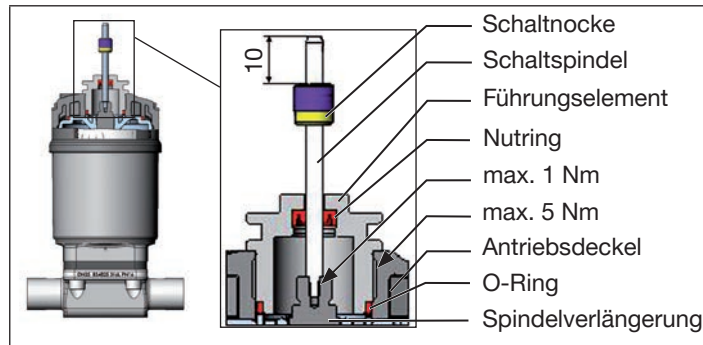

Bild 7: Montage der Schaltspindel (2), Reihe 21xx
- Schaltnocke so auf der Schaltspindel positionieren, dass der Abstand von Schaltnocke bis Spindelanfang 10 mm beträgt (siehe „Bild 7“).